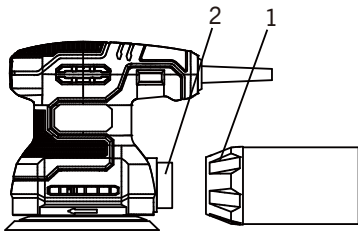
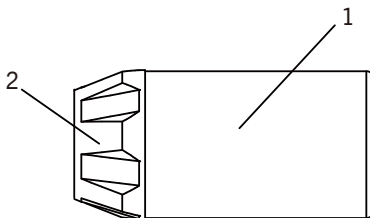

Fig. 4
Fig. 5
- Insérez le raccord du sac à poussière (1) dans l'orifice (2) situé à l'arrière de la ponceuse (Fig. 4).
Retirez le sac à poussière (1) de l'orifice à poussière en le tirant soigneusement hors de l'orifice à poussière (Fig. 5). Secouez soigneusement l'ensemble sac à poussière avec l'extrémité.
Retirez le sac à poussière (1) de l'orifice à poussière en le tirant soigneusement hors de l'orifice à poussière (Fig. 5). Agitez soigneusement l'assemblage du sac à poussière en orientant l'ouverture du bouchon (2) vers le bas afin d'éliminer toute la poussière qu'il contient. Réinstallez le sac à poussière comme indiqué à la figure 4.